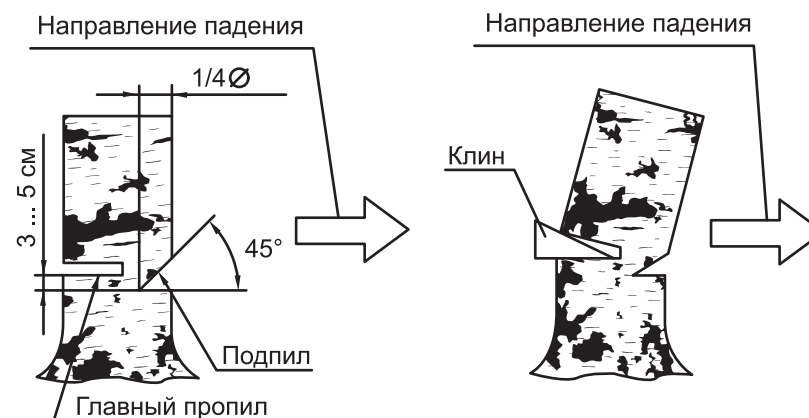

Рис. 10
1) Выполните подпил на четверть диаметра ствола со стороны предполагаемого направления падения (рис. 10). Верхний пропил должен быть произведен под углом около 45°, нижний – горизонтально, таким образом, чтобы он пересекся с верхним и не был ниже него.
2) Выполните чуть выше основной пропил со стороны, противоположной подпилу, на глубину $\frac{3}{4}$ толщины ствола, обязательно оставив небольшой недопил (рис. 10).